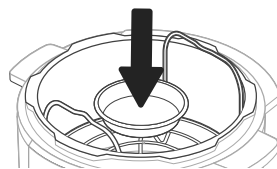

Figure 9.4
- Versez 354 ml d'eau dans la cuve interne et placez la grille à vapeur à l'intérieur, puis placez le moule à charnière sur la grille à vapeur. **[Figure 9.4]**